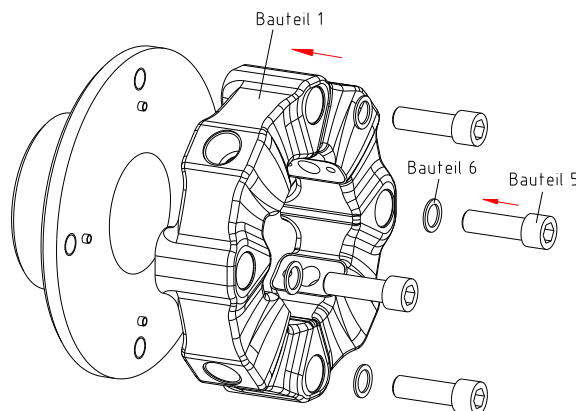

Bild 14: Montage des Elastomerteils an die Nabe axial
- Montieren Sie das Elastomerteil (Bauteil 1) an die Nabe axial (Bauteil 3) oder an den Flansch (Bauteil 4) an und richten Sie dabei die Bohrungen zu den Spannhülsen (Bauteil 9) aus (siehe Bild 14).